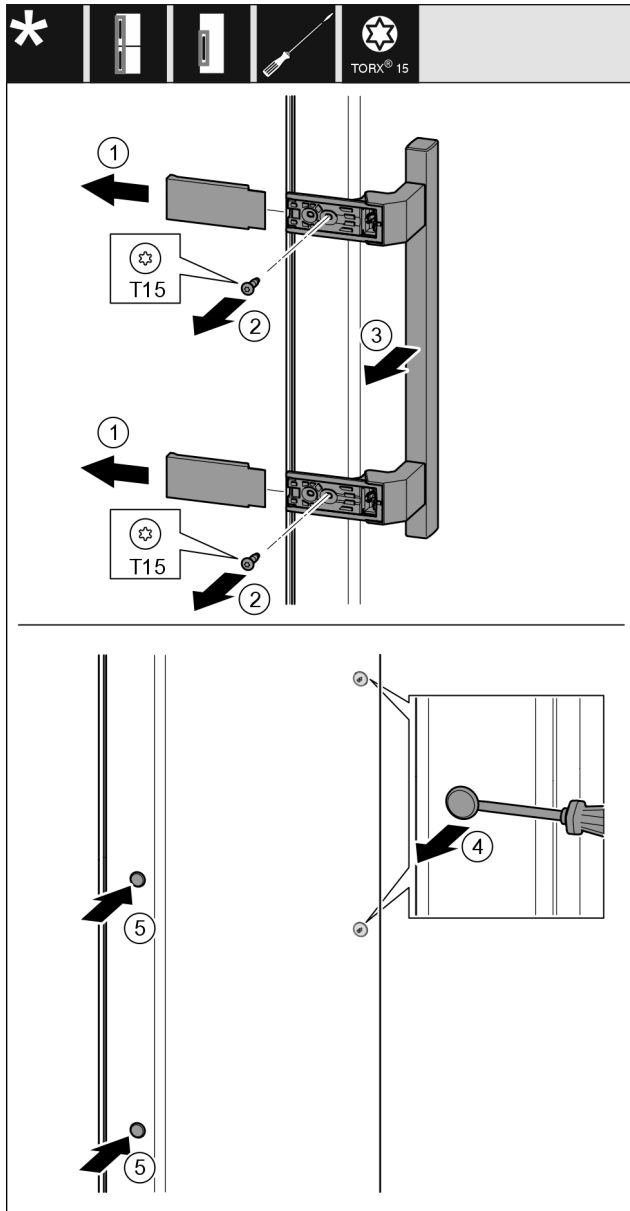

Fig. 20
- Træk afdækningen Fig. 20 (1) af.
- Skru skruerne Fig. 20 (2) ud med en skruetrækker.
- Tag grebet Fig. 20 (3) af.
- Løft forsigtigt sideproppen Fig. 20 (4) af med en kærveskruetrækker, og træk den ud.
- Indsæt atter proppen Fig. 20 (5) på den anden side.